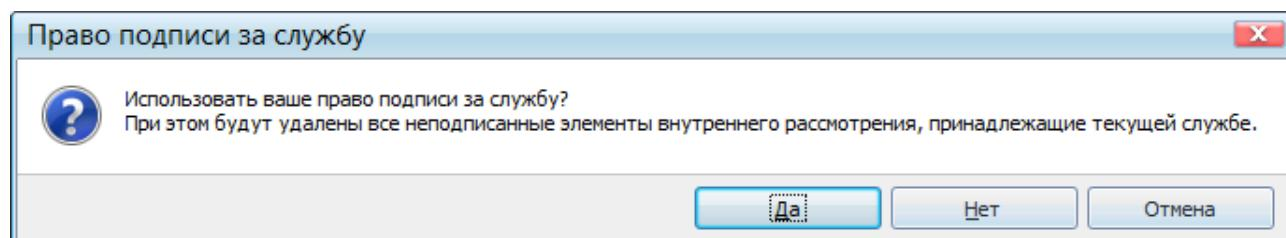

Рисунок 16.34 – Диалоговое окно «Право подпиши за службу»
- «*Отображать диалоговое окно*». При выборе данного условия при подписании заявки пользователем, наделенным правом подписи за службу, отображается диалоговое окно (Рисунок 16.34).